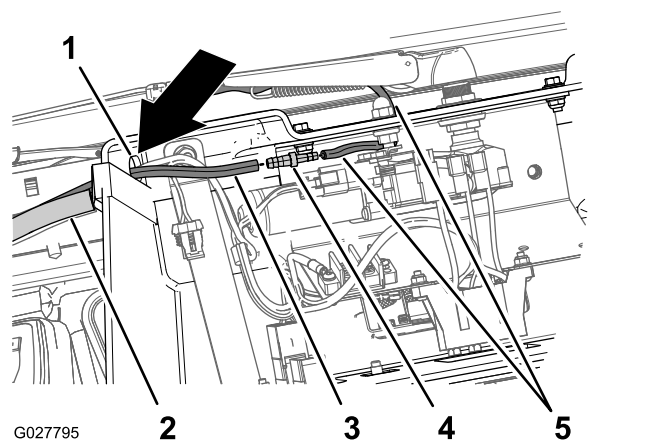

Figura 38
1. Na consola superior, encaminhe uma extremidade do tubo através do orifício da consola superior (Figura 38).
2. Insira a extremidade pequena do encaixe roscado do tubo na extremidade do tubo do braço do limpá pára-brisas até que a união assente totalmente (Figura 38).
3. Insira a extremidade grande da união roscada do tubo até ao fim do tubo, até que a união encaixe perfeitamente (Figura 38).